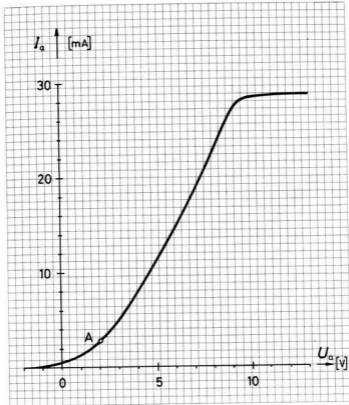

Bild 295
- Ermitteln Sie den Wechselstrominnenwiderstand der Diode nach Bild 295 für den eingezeichneten Arbeitspunkt.